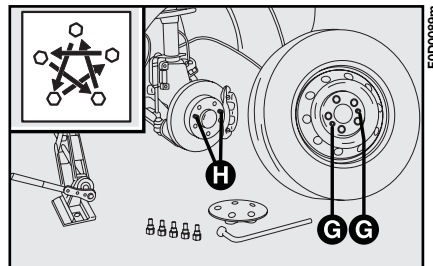

Abb. 7
7) Das Ersatzrad anbringen, wobei man darauf achten muss, dass die Löcher **G**, **Abb. 7** mit den entsprechenden Zentrierstiften **H** übereinstimmen. Vergewissern Sie sich, dass die Kontaktfläche sauber und frei von Verunreinigungen ist, die später das Lockern der Radbolzen verursachen könnten.
10) Die Radbolzen laut dem in **Abb. 7** gezeigten Schema über Kreuz festziehen.